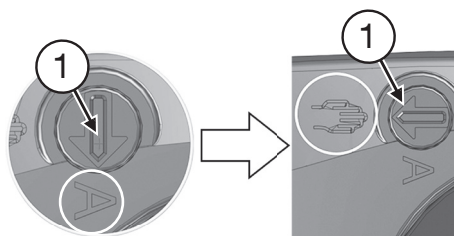

Fig. 11
2. Setați comutatorul de funcționare (1) pe regimul manual. Pentru aceasta, rotiți comutatorul cu 90° în sensul acelor de ceasornic folosindu-vă de o șurubelniță, astfel încât creștătura să stea în poziție orizontală, iar vârful săgeții să indice spre simbolul cu mână (fig. 11).